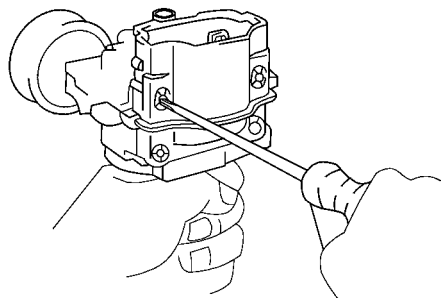

图 5-36 拆下点火线圈
2) 拆下 4 个螺钉，拆下点火线圈，如图 5-36 所示。
(5) 拆下点火器。